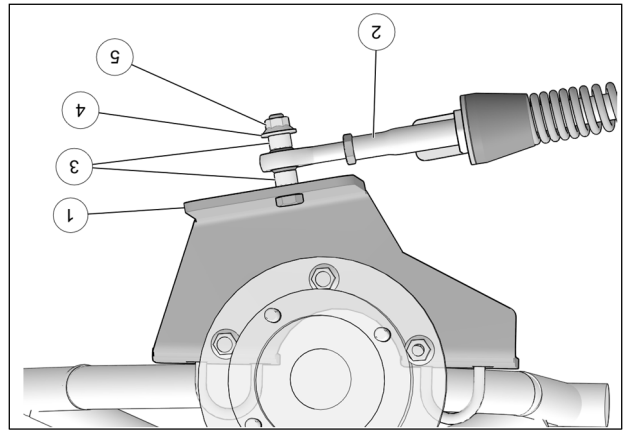

Fig. 9
9. Fixer le bras stabilisateur (2) au boulon déjà installé sur l'ancrage de suspension (1) à l'aide des espaces (3), de la rondelle (4) et de l'écrou autobloquant (5). Serrer à un couple de 70 N•m [52 lb•pi]. Voir la Fig. 9